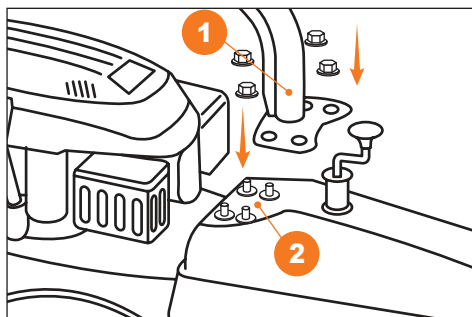

Рис.4
- Затяните четыре фиксирующие гайки (Рис. 4).